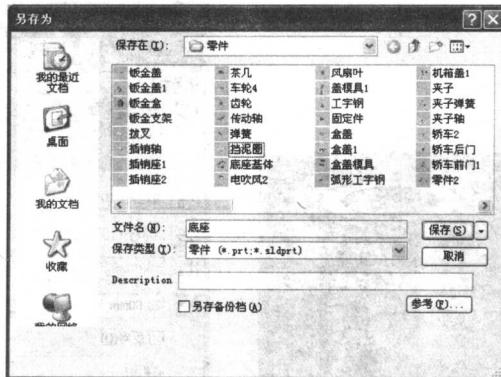

图 1-7 “另存为”对话框
(7) 单击标准工具栏中的“保存”按钮()，打开“另存为”对话框，如图1-7所示。在“文件名”文本框中输入“底座”，然后单击`保存(S)`按钮，将该零件保存起来。至此，该装配体即制作完成。